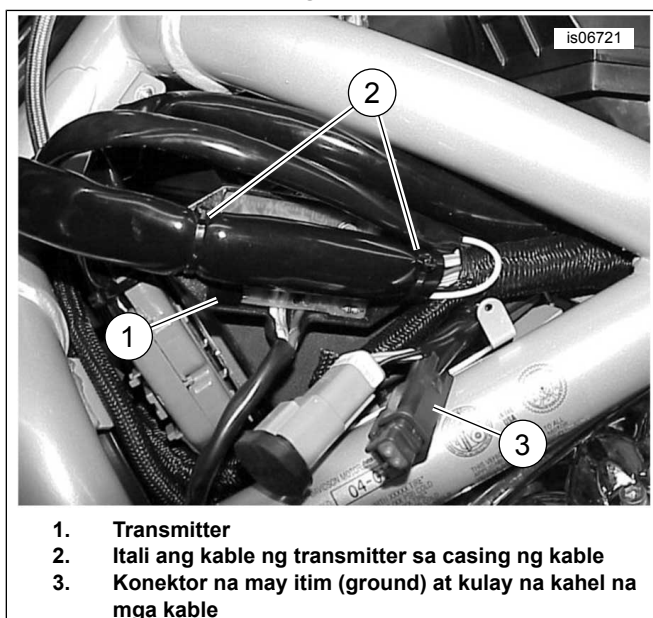

Figure 18. Pag-mount ng Transmitter (2002-2003 V-Rod Lamang)
2. Tingnan ang Figure 18 . Gumamit ng mga kableng strap para maikabit ang transmitter (1) sa casing ng kable ng motorsiklo (2) tulad ng ipinapakita.